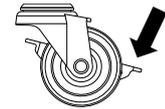

Fig.3.1
- 作業中、および移動を完了した機器は、必ずキャスターブレーキをロックさせて動かないようにしてください。(Fig.3.1)